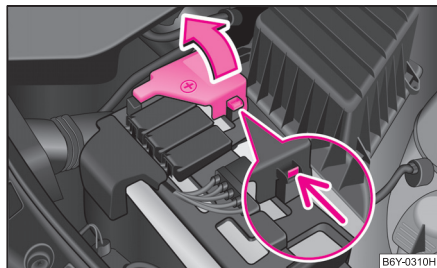

Fig. 174 Bateria: Rabatarea capacului
- Desfaceți elementele de fixare de pe partea polului plus al bateriei ⇒ fig. 174.